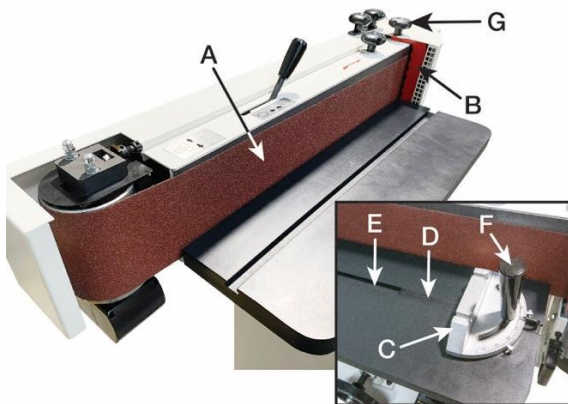

Рис. 16
Смотрите рис. 16 :
Для вертикального шлифования валик (A) фиксируется в вертикальном положении, как показано на рис. 16. Можно использовать упор (B) и/или торцовочный калибр (C).